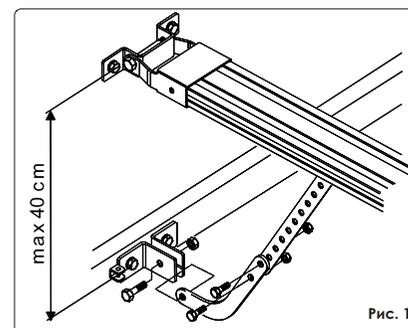

Рис. 19
6. Если используется изогнутый рычаг для секционных ворот (опционально) произведите его сборку с прямым рычагом каретки, как показано на рис. 19.